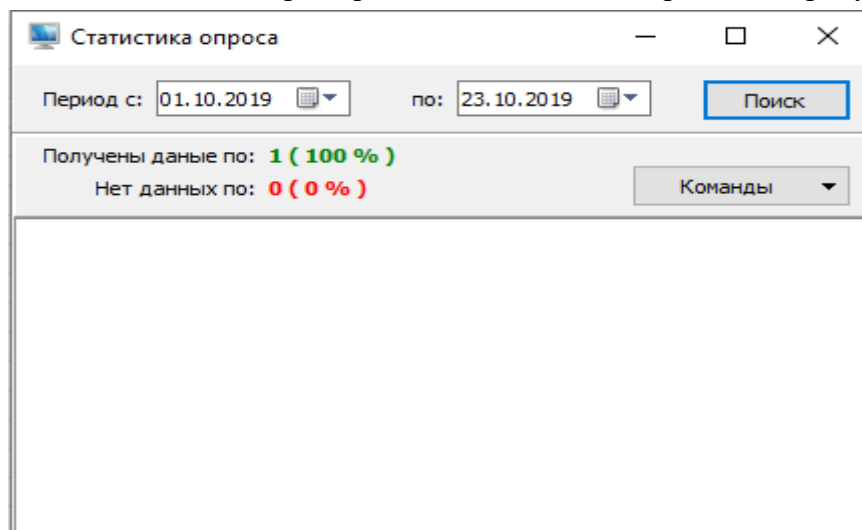

Рисунок 30. Статистика опроса.
11.2 Выберите группу из дерева объектов, нажмите правую кнопку мыши и в появившемся контекстном меню выберите раздел «Статистика опроса», см. рисунок 30.